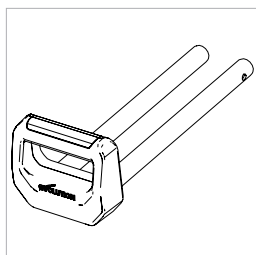

Fig. 4
- Gli steli a scorrimento del carrello **(Fig. 4)**